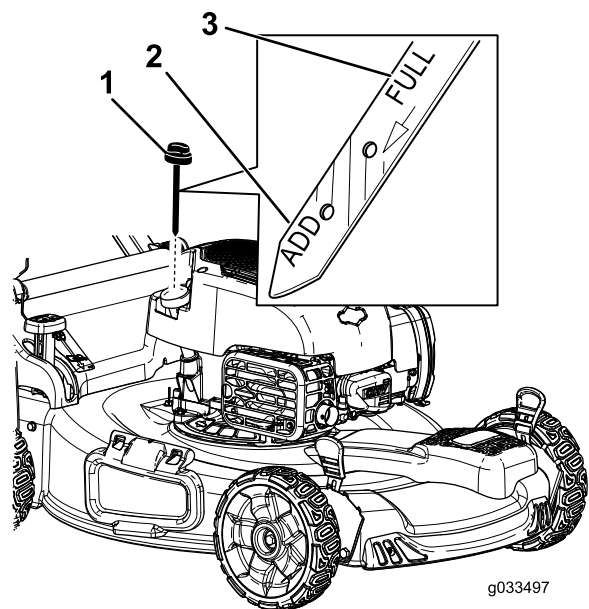

Bild 25
3. Entfernen Sie den Peilstab, indem Sie den Deckel nach links drehen und herausziehen (Bild 25).
10. Lesen Sie den Ölstand am Peilstab ab. (Bild 25)